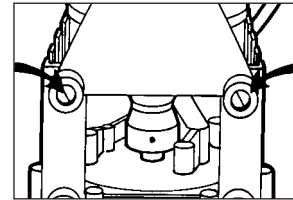

Figure 22
Étape 1 : placer la pompe à la verticale sur le couvercle d'huile. Si la pompe dispose d'un support de montage, déposer l'unité en dévissant les vis du support (**figure 22**).